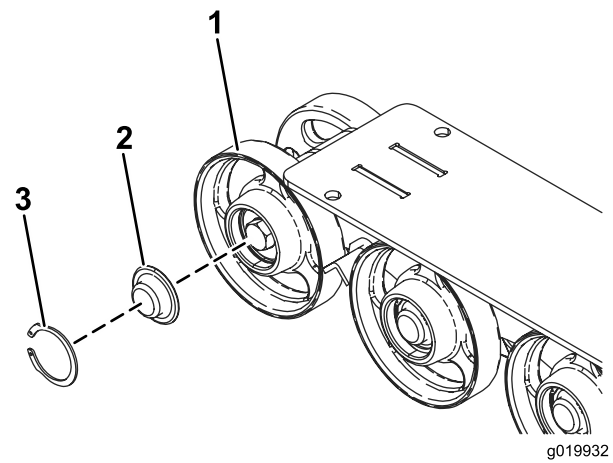

Figura 50
5. Retire la anilla a presión y el tapón de una de las ruedas de rodaje (Figura 50).
6. Compruebe la grasa que hay debajo del tapón y alrededor de la junta (Figura 50). Si está sucia, tiene arenilla o queda poca grasa, elimine toda la grasa, cambie la junta y añada grasa nueva.
8. Coloque el tapón engrasado sobre la cabeza del perno (Figura 50).
9. Sujete el tapón de la rueda de rodaje con la anilla a presión (Figura 50).